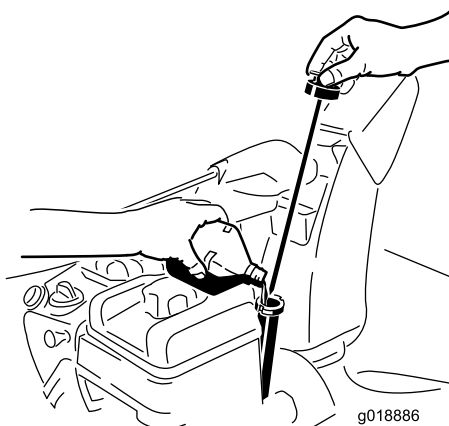

Рисунок 35
2. Выньте щуп и проверьте уровень масла (Рисунок 35). Если уровень масла находится ниже